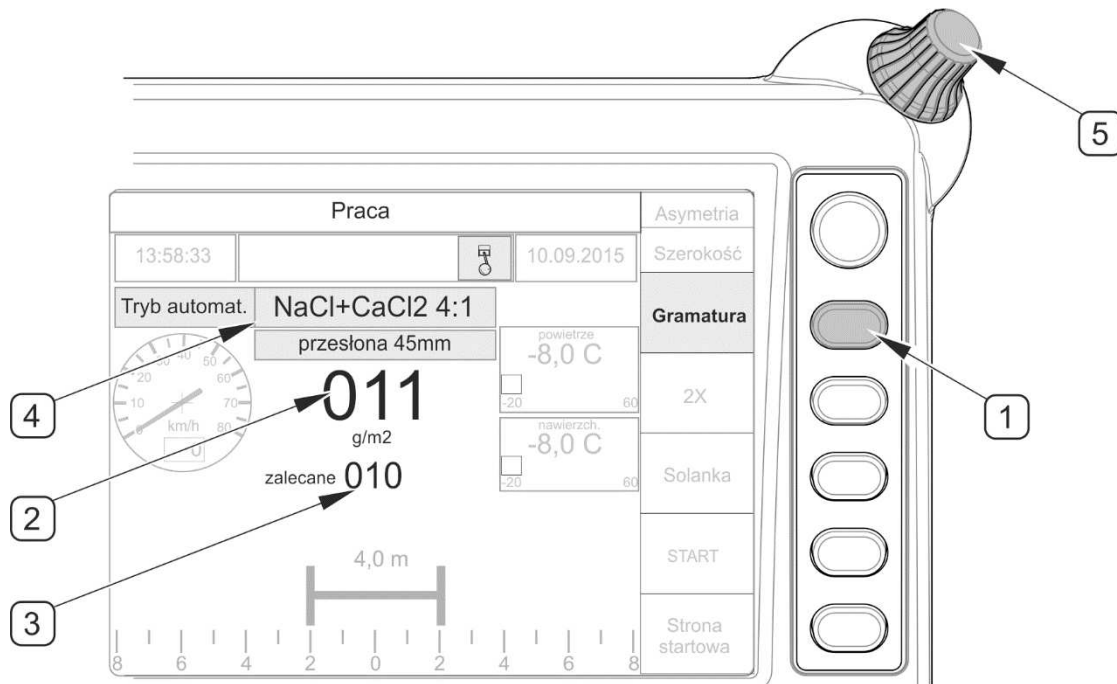

РИСУНОК 4.29 Корректировка в автоматическом режиме (опция)
На рабочей странице "Работа" в меню пульта управления (РИСУНОК 4.29) оператор имеет возможность откорректировать дозу для конкретного автоматического режима, выбрав при помощи кнопки (1) функцию "Грамматура". Корректировка осуществляется рукояткой (5). На дисплее ниже заданной оператором плотности разбрасывания (2) высвечивается рекомендованная плотность (3) для конкретного режима Т1, Т2 или Т3 (РИСУНОК 4.29).